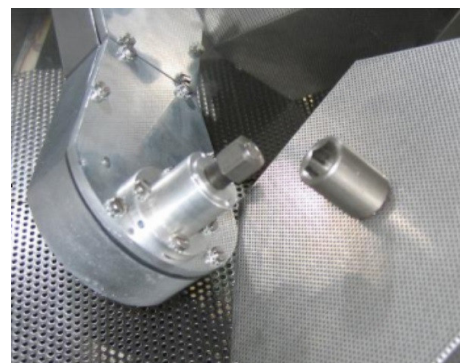

Fig. 1
1. Acople la cesta (B) al eje del motor (Fig. 1).